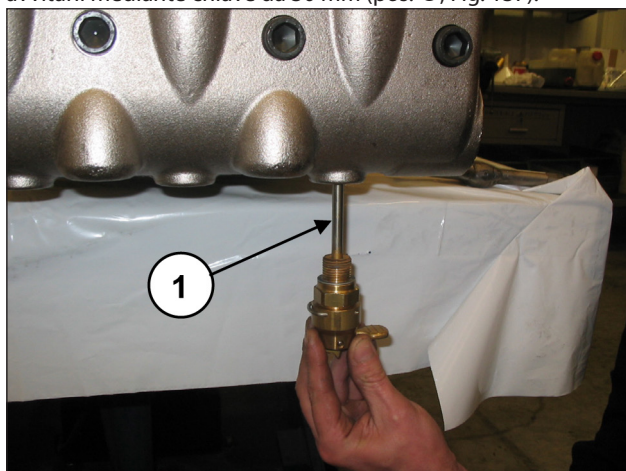
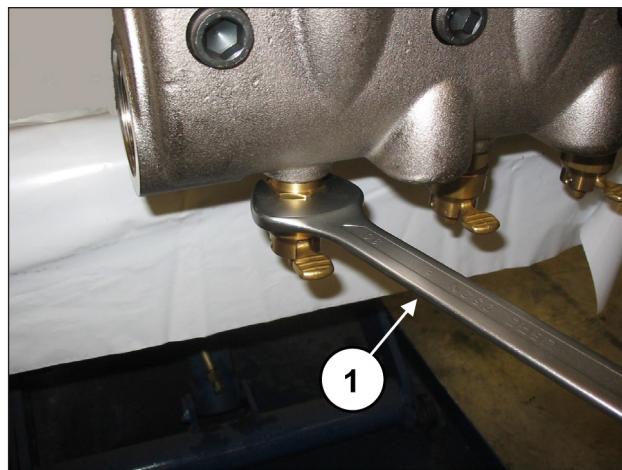

Fig. 136
Fig. 137
Applicare i dispositivi apertura valvole (pos. ①, Fig. 136) ed avvitarli mediante chiave da 30 mm (pos. ①, Fig. 137).